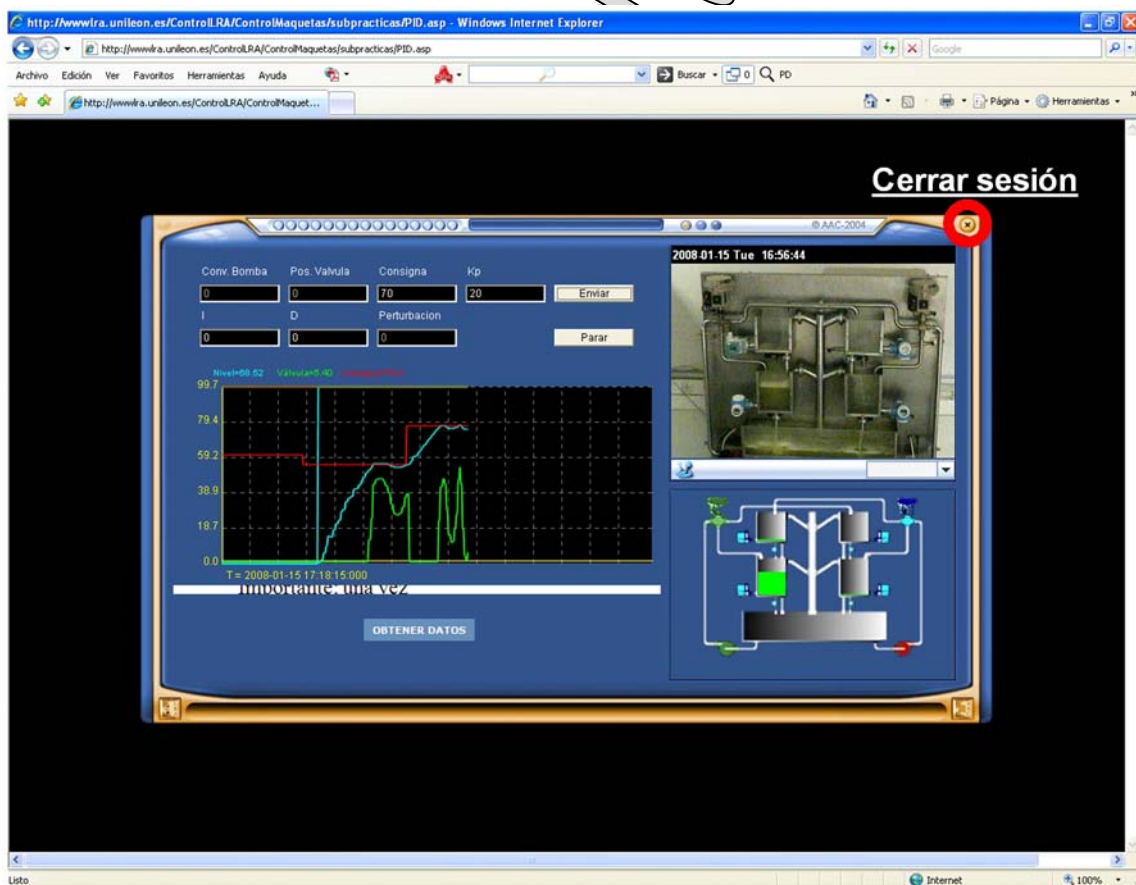

Figura 1. Entorno de trabajo
*****Importante***** Una vez descargado el fichero de datos se debe cerrar la sesión. **Para cerrar la sesión pulsar el aspa que se señala en la Figura 1.**